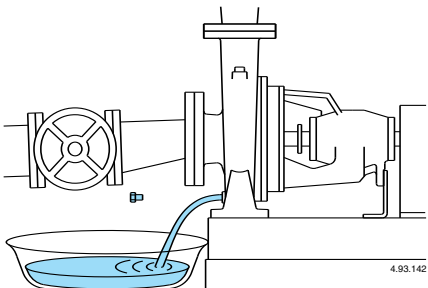

Fig. 9 Scarico.
**ATTENZIONE: quando la pompa rimane inattiva, se esiste il pericolo di gelo deve essere svuotata completamente (fig. 9).**
Prima dello smontaggio chiudere le saracinesche in aspirazione e mandata e svuotare il corpo pompa (fig. 9).